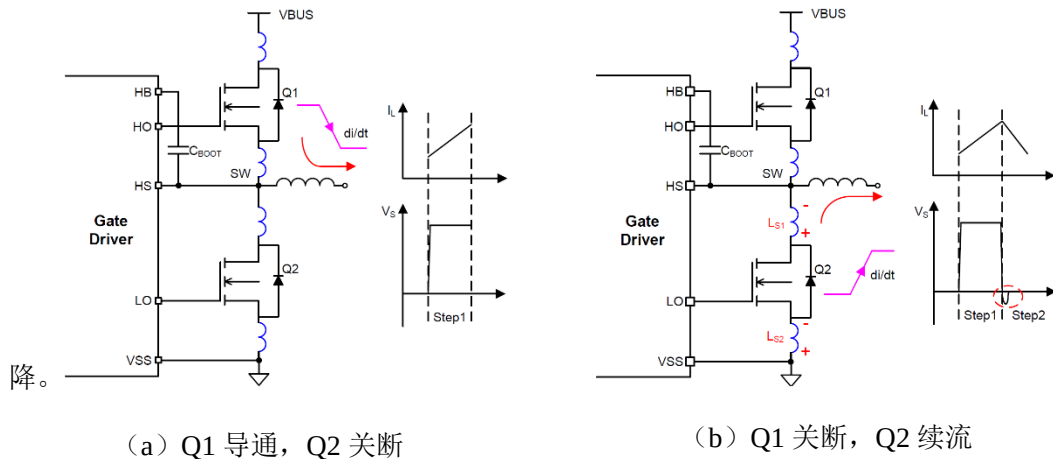

图 7 高压半桥栅极驱动芯片应用电路及波形
由于实际电路中存在上下管功率器件的封装电感和电路板走线的寄生电感，上管 Q1 导通时，电流经过上管流过负载电感，如图 7 (a) 所示；上管 Q1 关断换流时，续流电流经过下管 Q2 的体二极管流过负载电感，该电流会在 L_{S1} 、 L_{S2} 等寄生电感上产生电压，从而导致 HS 引脚处产生低于地线电压的负压，如图 7 (b) 所示。该负电压的大小正比于寄生电感的大小和开关器件的电流关断速度 di/dt ，如式 (4) 所示，其中 di/dt 由栅极驱动电阻 R_G 和开关器件的输入电容 C_{ISS} 决定。